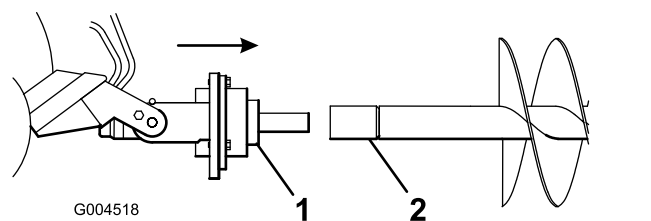

Bild 7
7. Schieben Sie die Antriebswelle in das Ende der Erdbohrerwelle oder der Verlängerung (falls vorhanden) (**Bild 7**).